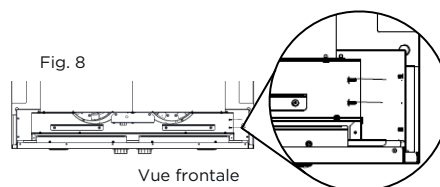

Fig. 8
16. Fixez l'Oristano à l'insert de la hotte à l'aide de 2 vis de 3,5 x 9,5 mm de chaque côté. (Fig. 8).